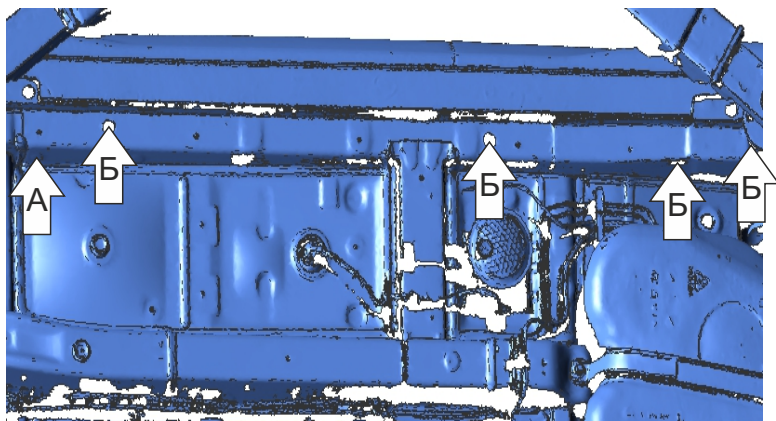

Рис. 1
2. Демонтировать заглушки в пороге, установить закладные M8x70/20 (А) и M10x110/30 (Б) разогнув усики для предотвращения смещения (рис. 1).